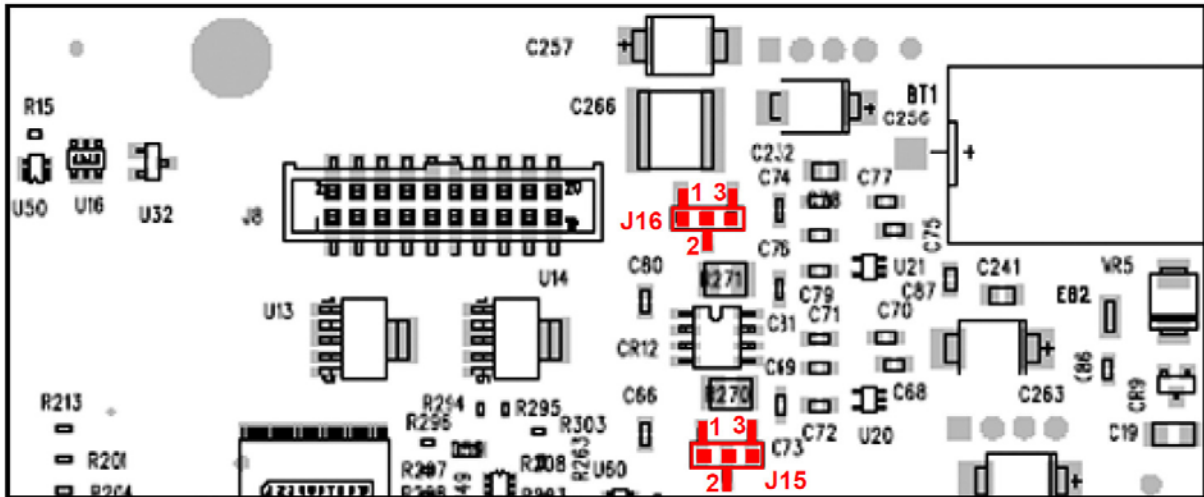

図27：RS-485モードでの終端—ジャンパ線J15とJ16をピン1と2に接続
- ラジオペンチを使用して、ジャンパ線 J15 と J16 をピン 2 と 3 (工場初期設定) からピン 1 と 2 に移します (28 ページの図 27 を参照)。J16 はポート 1 の終端、J15 はポート 2 の終端です。この手順では、接地リストストラップを使用するなど、基本的な ESD 予防措置を行うことをお勧めします。
RS485 インターフェースにデジチェーン式に接続されている複数の Aurora H2O では、送信している装置から最も遠い装置のみに終端があることが重要です（図 27 を参照）。その他のすべての装置では、ジャンパ線 J15 と J16 が 2 と 3 の位置（工場初期設定）にある必要があります。RS-485 の配線または操作の詳細については、TIA/EIA-485-A 仕様を参照してください。